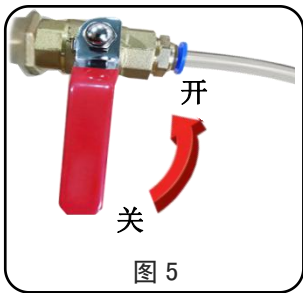

图 5
2. 加水：开启外接水源的水阀门（图 5）对蒸馏器内进行加水，同时关闭机器底部的排水阀（图